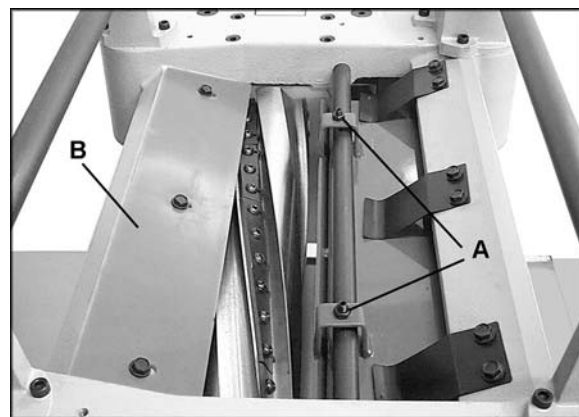

Figura 28
2. Afloje las tuercas de bloqueo (A, Figura 28) en ambos extremos del rompevirutas y gire los tornillos niveladores para elevar o bajar el rompevirutas según sea necesario. Los tornillos de nivelación deberían ser girados de igual forma.
3. Cuando el rompevirutas hace contacto con el bloque calibrador, ajuste ambas tuercas de bloqueo (A, Figura 28).